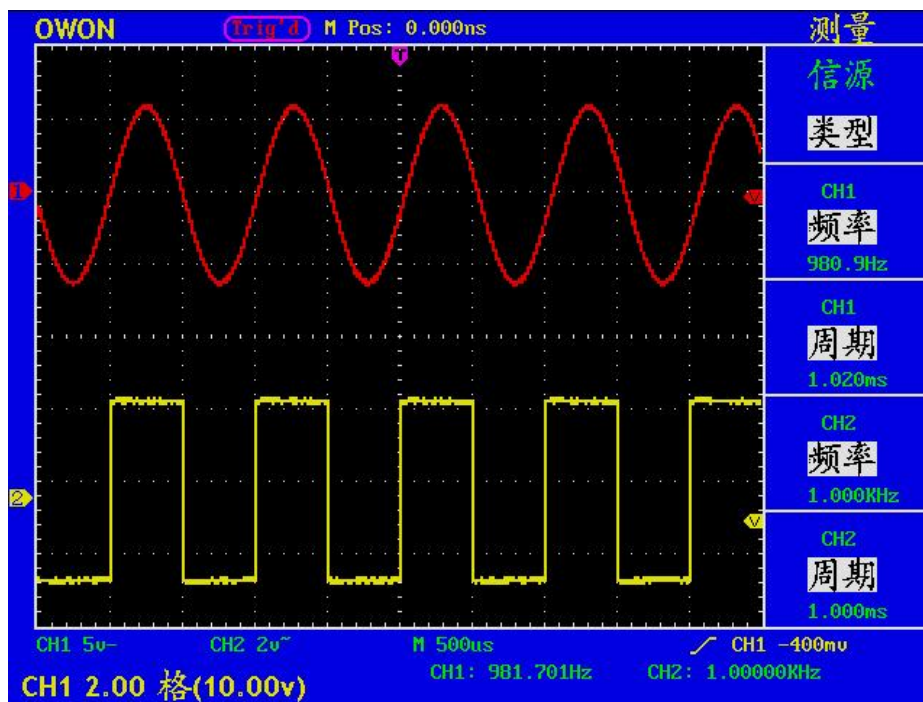

图 32: 垂直位置信息
3. 调整通道波形的垂直位置时，屏幕在左下角显示垂直位置信息。见图32。